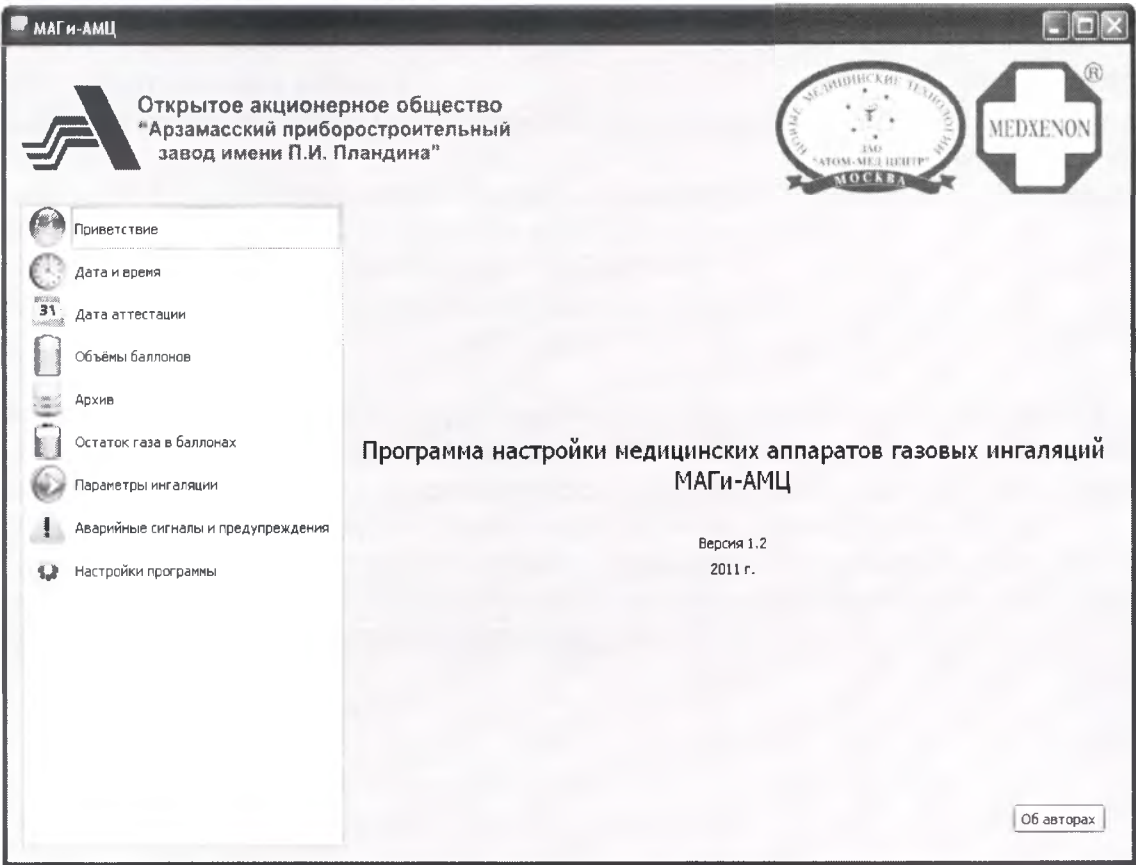

Рисунок 1. Внешний вид программы после запуска.
Все настройки аппарата МАГи-АМЦ поделены на разделы, которые представлены с левой стороны окна после запуска программы (см. рис. 1). Каждый раздел содержит свои индивидуальные настройки, которые отображаются с правой стороны окна. Программа работает таким образом, что при подключенной к аппарату ПЭВМ настройки автоматически считываются из аппарата при выборе соответствующего раздела. Если аппарат не подключен к ПЭВМ, программа выводит сообщение об ошибке связи. Также в каждом разделе существует дополнительная кнопка "Прочитать", при нажатии на которую происходит повторное считывание значений.
3.2.3 После загрузки операционной системы открыть папку «Mag» и запустить приложение "mag.exe". На экране появится окно приветствия программы, показанное на рис.1.